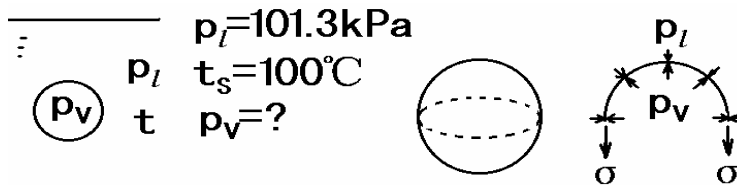

图 6.3 沸腾过热度
沸腾需两个条件，①过热度  $(t - t_s)$ ，它是气泡存在的必要条件。如图 6.3 所示，